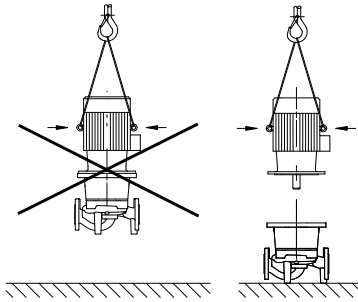

Fig. 8: Transport van de motor
- De transportogen aan de motor zijn alleen bestemd voor het transport van de motor, niet van de gehele pomp (Fig. 8).